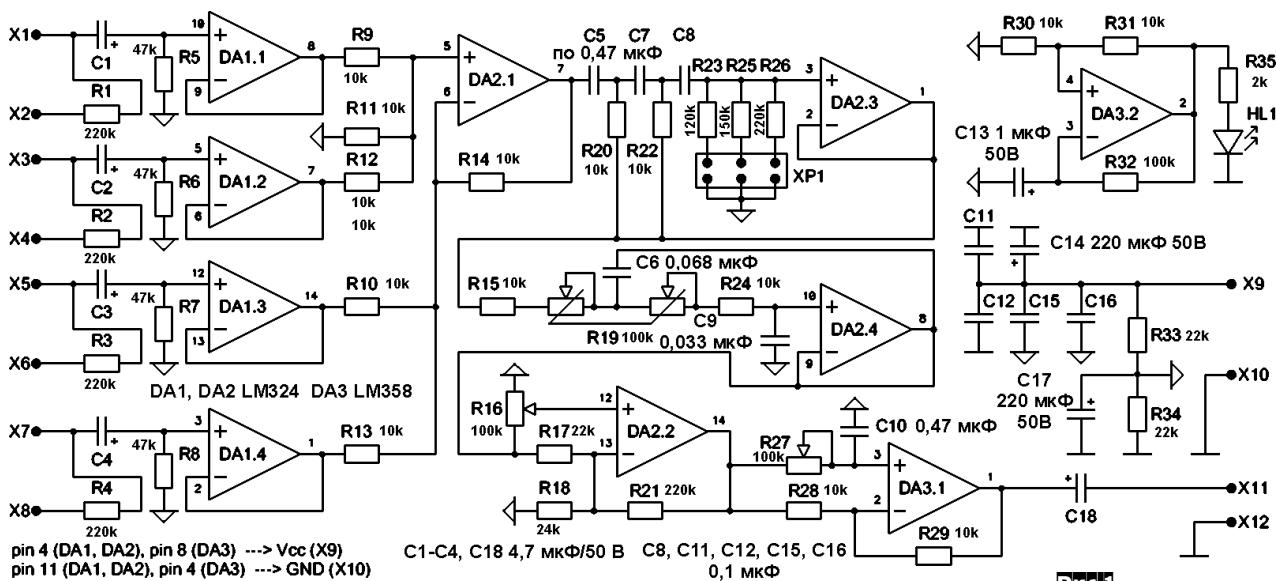

Рис.1
Наиболее оптимальным и универсальным является трехшлейфовое согласование, которое позволяет согласовывать фидер с произвольной нагрузкой (**рис.1**).
**Универсальное согласующее устройство (рис.6)** состоит из стакана, к которому прикреплены три коаксиальных шлейфа-противовеса, аналогичные **рис.5**. Внутри стакана находятся отрезки кабеля L1, L2, аналогичные по функции изображенным на **рис.1**. Сверху стакана установлен изолятор с вертикальным вибратором антенны.
Принципиальная схема показана на рис. 1. Активный блок обработки сигнала для сабвуферного канала выполнен на девяти операционных усилителях DA1.1 - DA1.4, DA2.1 - DA2.4 и DA3.1. На ОУ DA3.2 собран генератор прямоугольных импульсов, осуществляющий индикацию режима работы устройства при помощи светодиода HL1 (частота мигания поряд-